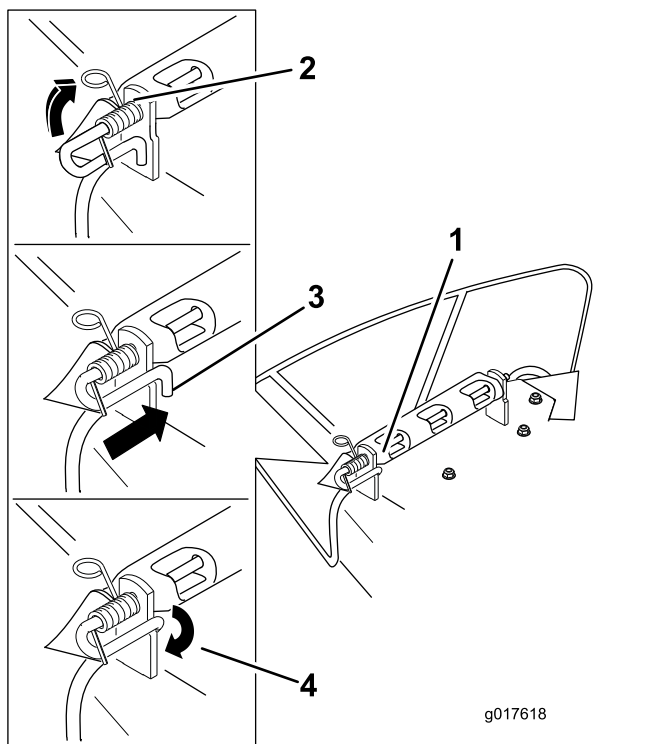

Figura 76
4. Posicione o novo defletor de descarga com as extremidades do suporte entre os postes soldados na plataforma como se mostra na Figura 76.
7. Eleve a extremidade com volta da mola e coloque-a no entalhe do suporte do defletor (Figura 76).
8. Prenda o conjunto da barra e mola rodando-o de forma a que a extremidade curta da barra esteja por detrás do suporte frontal soldado à plataforma (Figura 76).